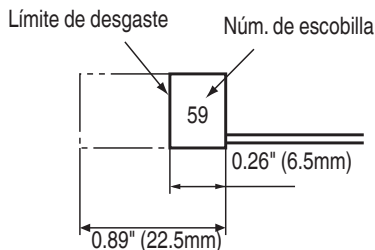

Fig. 6
4. Inspección de la escobillas (Fig. 6)
Utilice las escobillas metabo HPT Núm. 59 indicadas en la Fig. 6.